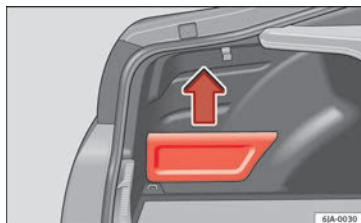

Fig. 159 Coffre à bagages : vide-poches.
- Saisissez le cache par son côté supérieur et retirez-le dans le sens de la flèche » fig. 159.